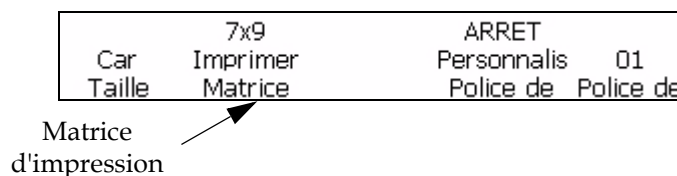

Figure 5-18: Matrice d'impression
La matrice d'impression est choisie dans la Fenêtre <01 Police> (01 Editer > 02 Editer - Config. Police > 01 Police). Voir Figure 5-18. Il existe en outre l'option <Taille Caract> qui s'utilise avec le type de matrice d'impression. Cette option sert à changer la taille des caractères lorsque l'on utilise un type mixte de matrice de format. S'il n'est pas possible de modifier la taille des caractères dans un message (par exemple dans un message à ligne unique), la Fenêtre <02 Editer> va laisser la <Taille Caract.> vide.
- 2 Appuyez sur la touche F5 pour aller sur <02Editer> Voir Figure 5-18 à la page 5-21.